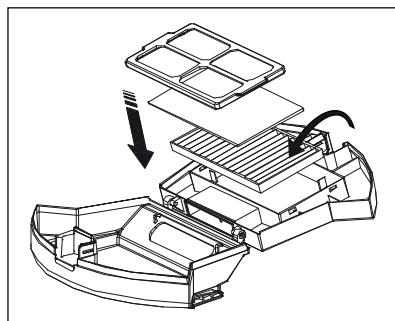

Abb. 13
8) Legen Sie den EPA-Filter **7** und den Schaumstofffilter wieder in das Fach und befestigen Sie den Siebfilter auf dem Fach. Klappen Sie den Staubbehälter **14** zu (siehe Abb. 13).